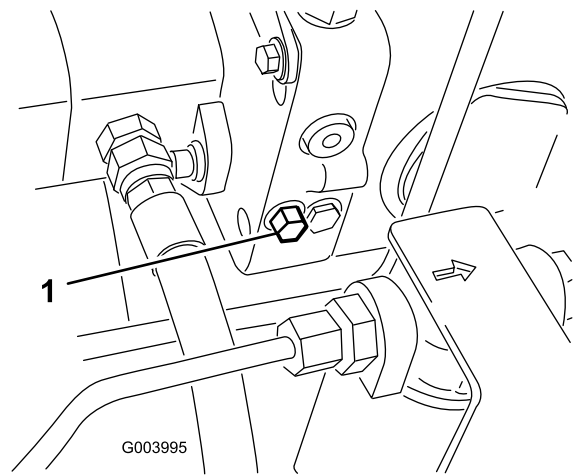

図 55
1. バイパスバルブはハイドロスタットの左側にある 図 55。バイパスバルブを右または左1.5回転させると内部でバイパスが形成される。これにより、トランスミッションを破損することなく、機械を押して低速で移動できるようになる。